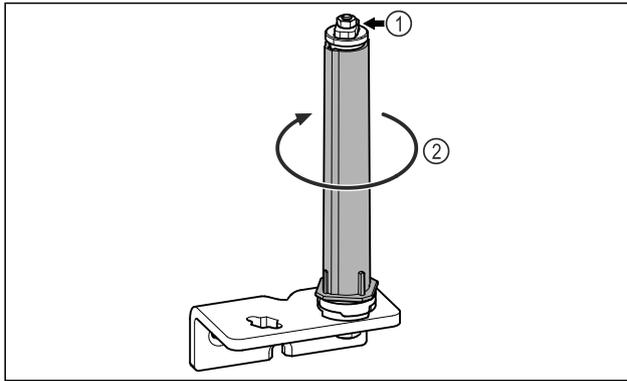

Fig. 18
- No desarme el sistema de cierre de la puerta Fig. 18 (1).
- ▶ Gire el sistema de cierre Fig. 18 (2) hasta que haga clic.